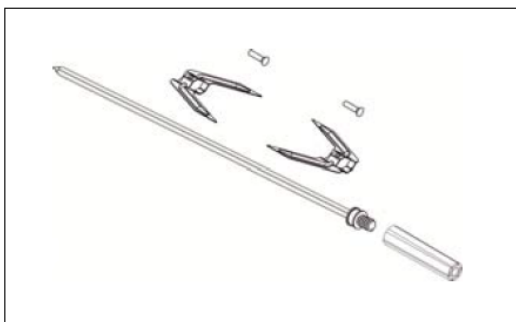

Рис. 7
- Если ваш прибор оборудован аксессуарами для вращения курицы, ослабьте болт на креплении V-образных деталей шампура (рис. 7), который следует продеть через курицу. После чего курица фиксируется при помощи V-образных деталей, болт закручивается.